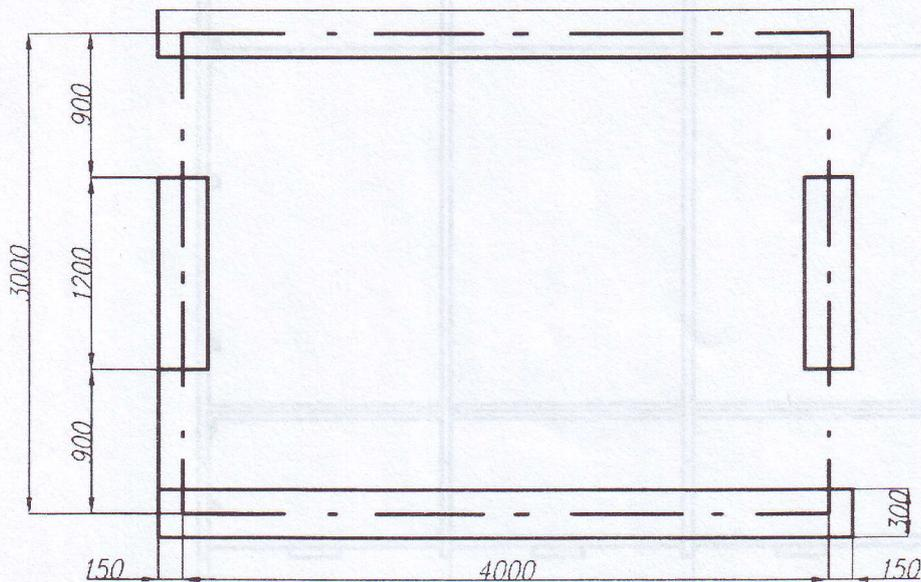
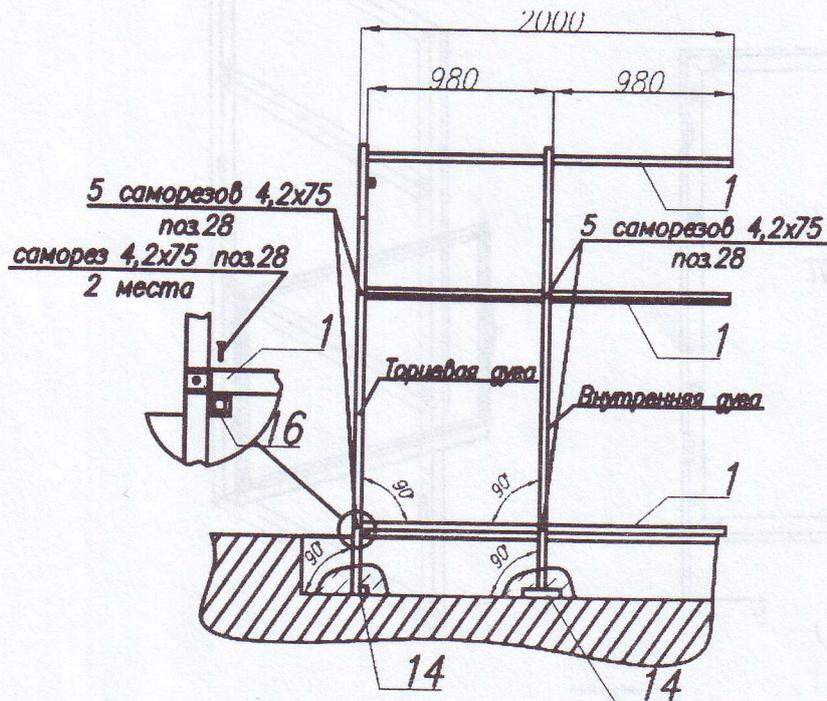

Рис.4
Рис.18
3.4. На выбранном для установки теплицы месте сделайте планировку и разметку площадки в соответствии с рис.4. Проверьте шнуром или рулеткой равенство диагоналей площадки. Выкопайте на глубину 30 см траншеи для размещения анкерных элементов каркаса согласно тому же рисунку.
3.22. Установите в траншеи подготовленной площадки (рис.4) торцевую дугу (рис.18). Выровняйте дугу в вертикальной и в горизонтальной плоскости путем подсыпки грунта или углубления траншеи. Зафиксируйте дугу, засыпьте и утрамбуйте землю.
3.23. Возьмите любую внутреннюю дугу, установите ее в траншеи согласно рис.18. Выровняйте ее и зафиксируйте грунтом. Возьмите пять соединителей дуг 1, вставьте внутрь их профилей с одной стороны усилительные элементы 16 и прикрепите соединители к дугам каркаса и к нижней стяжке торцевой дуги согласно рис.18-19.